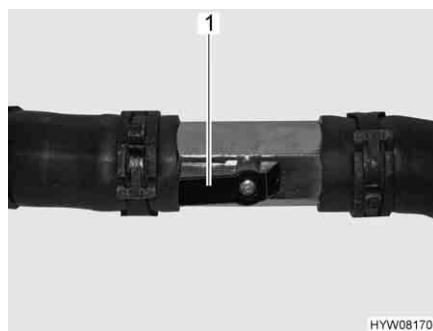

Fig. 117 Rubinetto aperto
- Posizionare la leva (Fig. 117,1) parallelamente alla tubazione (Fig. 117).